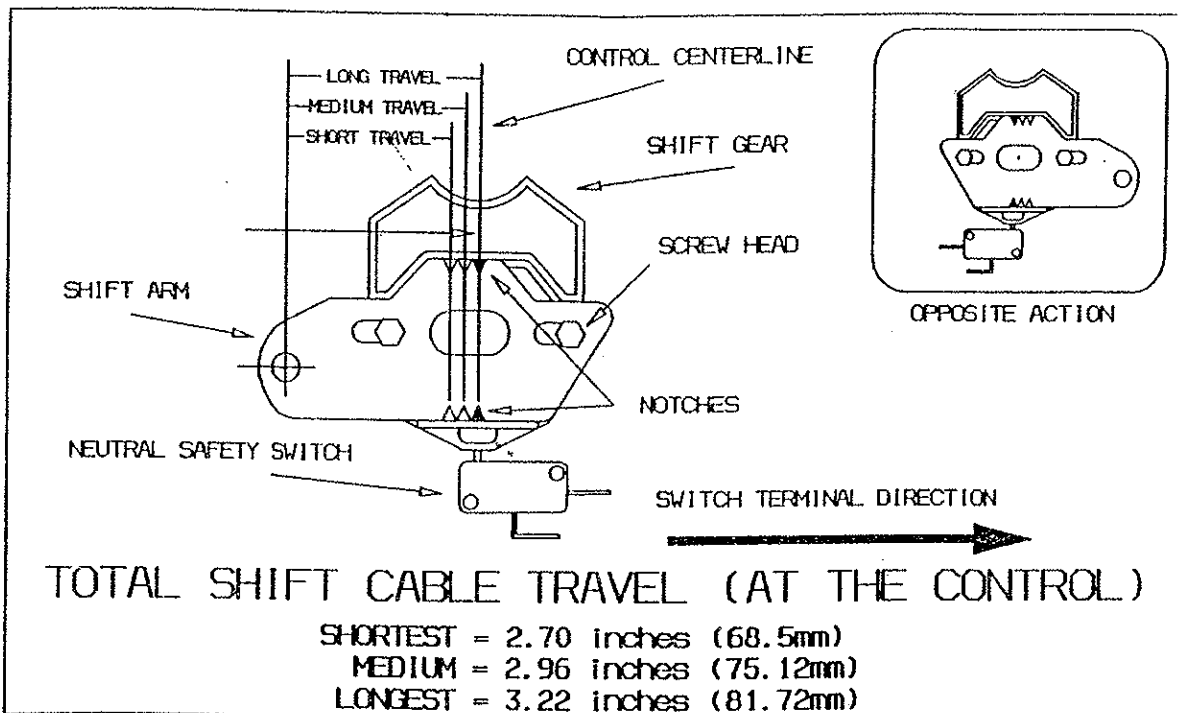

Fig. 2 - Shift Cable Travel Setting.
Il comando può essere facilmente adattato per corsa del cavo corta (2.70 pollici/68.5 mm), media (2.96 pollici/75.12 mm) o lunga (3.22 pollici/81.72 mm). Riferirsi alla Fig. 2 che mostra la regolazione per corsa lunga. La regolazione standard di fabbrica è sulla corsa media (tacca centrale). Per cambiare la corsa occorre:
- Controllare la staffa invertitore per la regolazione della corsa del cavo (corta, media o lunga). Se necessario, variare la regolazione in base alla precedente procedura (Riferirsi alla Fig. 2).
- Controllare la staffa invertitore per il tipo di azione richiesta al cavo (*trazione* o *spinta*). Riferirsi alla Tabella 1. Passare da un tipo di azione a quello opposto richiede le due seguenti operazioni (Riferirsi alla Fig. 2):